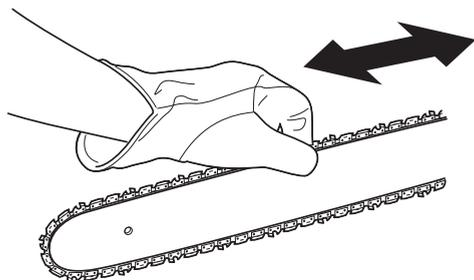

Fig. 27
4. Portez des gants protecteurs pour tenez le bout de la barre de guidage vers le haut et déplacez la chaîne dans un mouvement de va-et-vient le long de la barre de guidage (Fig. 27). Assurez-vous que la chaîne se déplace librement et qu'elle est bien placée dans le pignon. Si la chaîne ne se déplace pas librement, tournez lentement la vis de tension de la chaîne dans le sens des aiguilles d'une montre pour desserrer la chaîne.